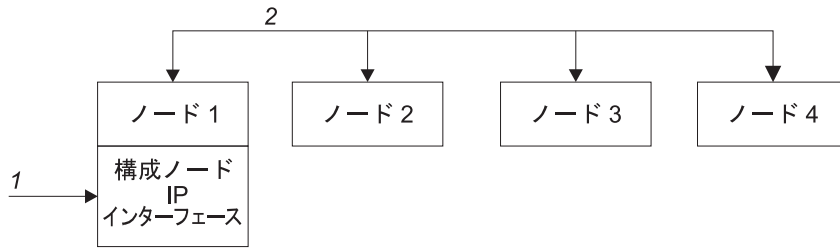

図3. 構成ノード
5 ページの図 3 は、4 つのノードが含まれているクラスターの例を示しています。ノード 1 が構成ノードとして指定されています。ユーザー要求 (I) はノード 1 によって処理されます。